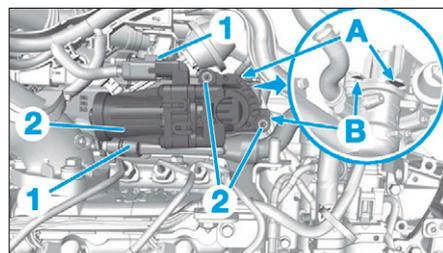

FIG. 71
- Débrancher et écarter le connecteur (1) (**Fig.71**).